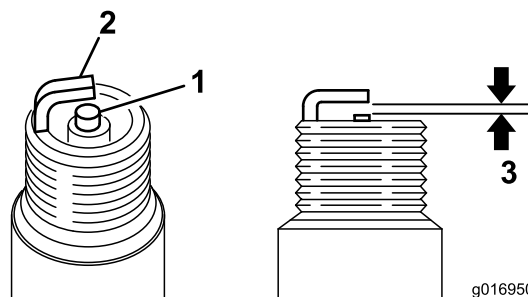

Figure 39
3. Réglez l'écartement des électrodes entre 0,6 et 0,7 mm, comme montré à (Figure 39). Posez la bougie avec l'écartement correct et serrez-la fermement à 23 N·m